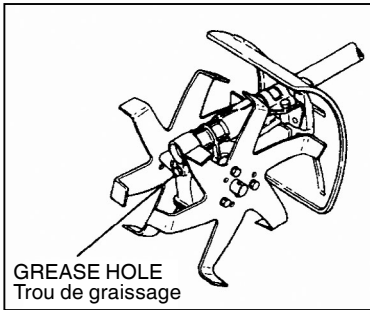

Fig. 12
- f. Supply proper amount of lithium-based grease, such as Shell Aluvania grease R2, Shell Aluvania EP grease 2, Mobile- Mobilux EP2 or equivalent after every 25 hours of use: (Fig. 12)
- f. Fournie la quantité appropriée de la graisse à lithium, telle que la graisse ALUVANIA R 2 de Shell, la graisse ALUVANIA EP 2 de Shell, MOBILUX EP 2 de Mobile ou leur équivalent chaque fois après 25 heures d'emploi. (Fig. 12)